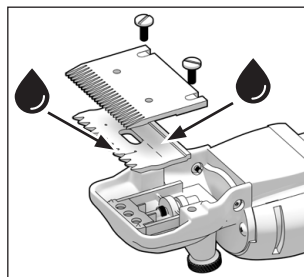
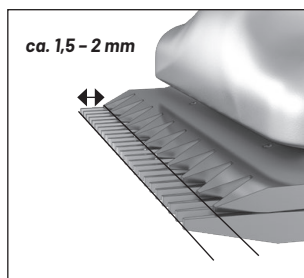

Fig. 4
Fig. 5
7. Oleare le superfici di affilatura con l'olio in dotazione (fig. 4).
8. Spingere la lama inferiore tra le viti di fissaggio allentate (7).
9. Posizionare la lama inferiore in maniera tale che la superficie di affilatura sporga di circa 1.5/2 mm oltre il bordo della lama superiore (fig. 5).
10. Serrare le viti di fissaggio (7) utilizzando l'utensile in dotazione.